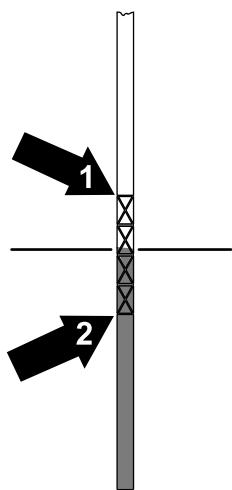

Figura 55
5. Retire el tapón de la varilla y compruebe el nivel de fluido (Figura 55).
6. Si el nivel de fluido está por debajo de la marca inferior de la varilla, añada fluido hidráulico del tipo especificado al depósito. Introduzca el tapón de la varilla en el depósito y repita los pasos **3 a 5** hasta que el nivel de fluido esté entre las marcas superior e inferior (**Figura 55**) de la varilla.